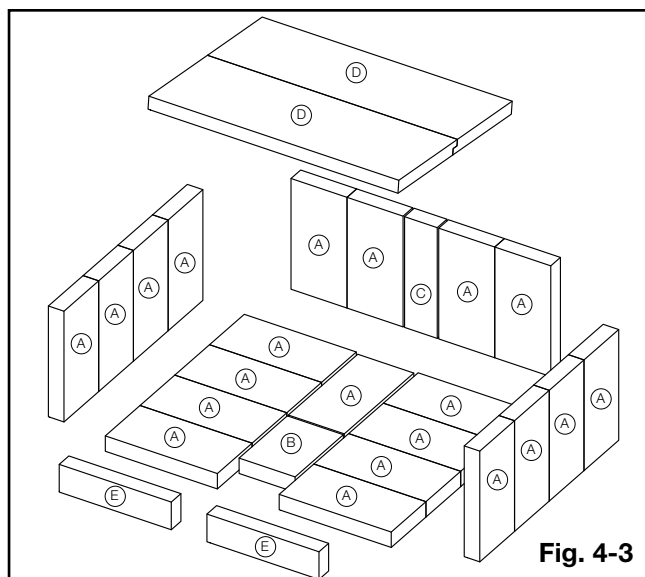

Fig. 4-3
Avec l'installation de l'appareil et la cheminée complété, déplacez les briques en place comme illustré ci-dessous (**Fig. 4-3**).
Placez brique (C) dans le centre, avec deux briques (A) sur chaque côté comme illustré (**Fig. 4-3**).